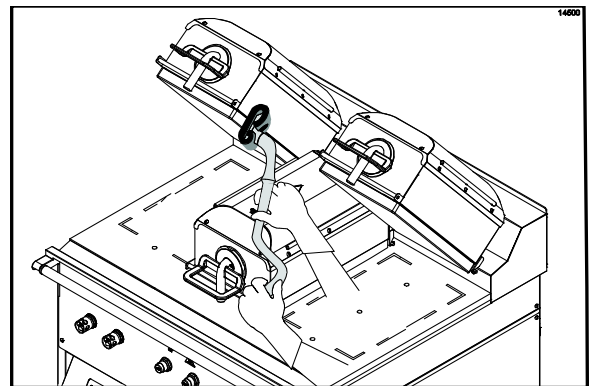

Figura 101
29. Esfregue as bordas internas dos platen direito e esquerdo. (Veja a Figura 101.)